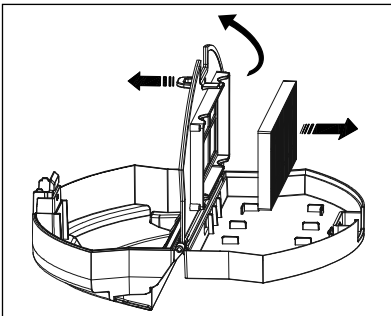

Fig. 10
- 4) Saisissez la languette sur le filtre-tamis et ouvrez le compartiment du filtre EPA **7**. Retirez le filtre EPA **7** du compartiment (voir fig. 10).